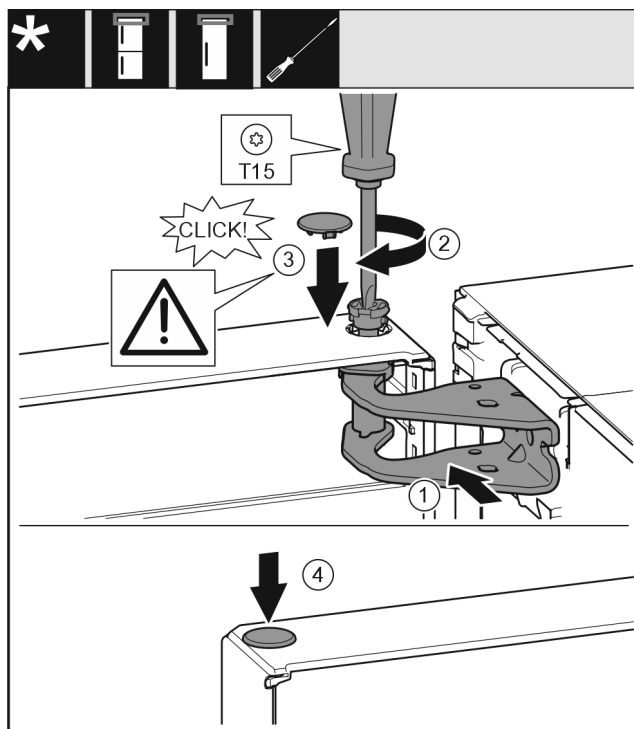

Fig. 21
- Orienter la porte en haut pour l'ouverture dans le support de palier. Fig. 21 (1)
- Poser le boulon et le visser avec un tournevis T15. Fig. 21 (2)
- Monter le cache de sécurité pour sécuriser la porte : Mettre en place le cache de sécurité et vérifier qu'il repose sur la porte. Sinon, enfoncer à fond le boulon. Fig. 21 (3)
- Mettre le bouchon en place. Fig. 21 (4)